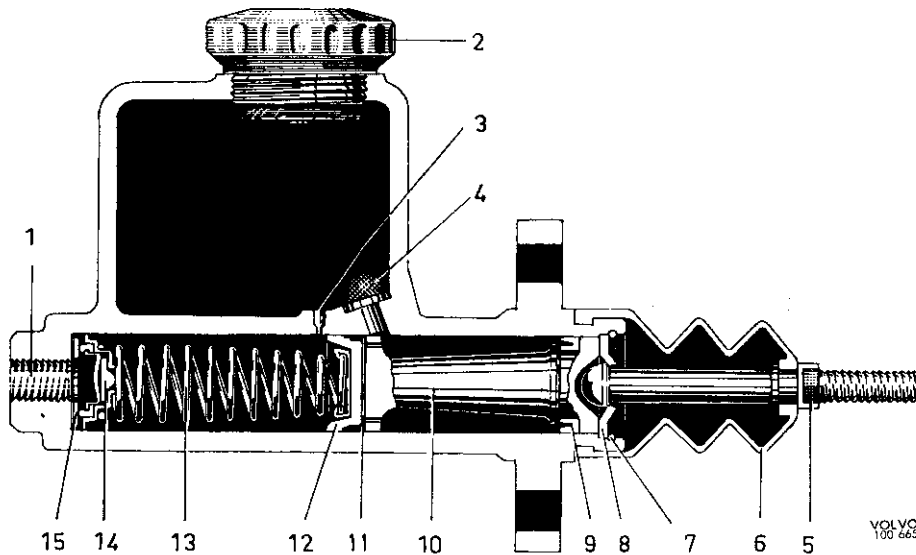

Abb. 7 Hauptzylinder
Die Konstruktion des Hauptzylinders geht aus der Abb. 7 hervor. Durch Kanäle in der Scheibe (15) steht der Raum vor dem Kolben mit den Bremsleitungen, auch wenn das Ventil (14) geschlossen ist, in Verbindung. Bei diesem System ist kein rückbleibender hydraulischer Überdruck vorhanden, wenn die Bremsen sich in Ruhestellung befinden.